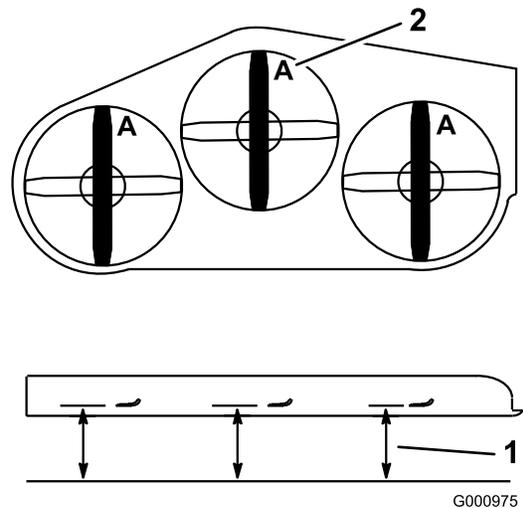

Рисунок 73
2. Измерьте расстояние от горизонтальной поверхности до режущей кромки ножей в положении А, (Рисунок 73).